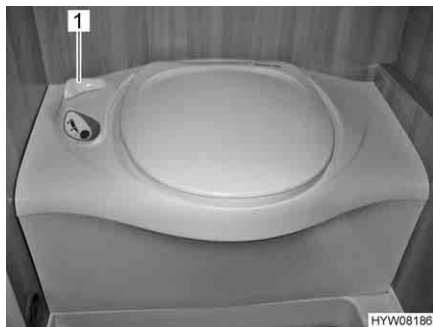

Fig. 190 Toilettes Thetford
- Avant d'actionner la chasse d'eau, ouvrir le curseur des toilettes Thetford. Tourner pour cela le levier du curseur (Fig. 190,1) dans le sens inverse des aiguilles d'une montre.
- Après avoir actionné la chasse d'eau, fermer le curseur. Tourner le levier du curseur (Fig. 190,1) dans le sens des aiguilles d'une montre.